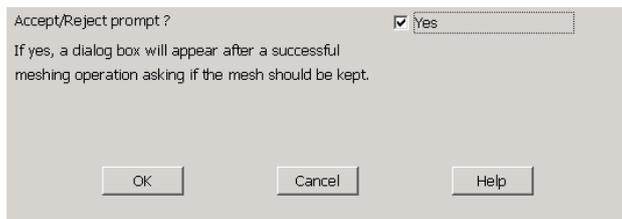

图4.53 打开“接受/拒绝分网”提示
- (1) 单击 Main Menu>Preprocessor>Meshing>Mesher Opts 菜单，弹出如图 4.43 所示的对话框，参考图 4.53 选中【Accept/Reject prompt】右边的【Yes】复选框。